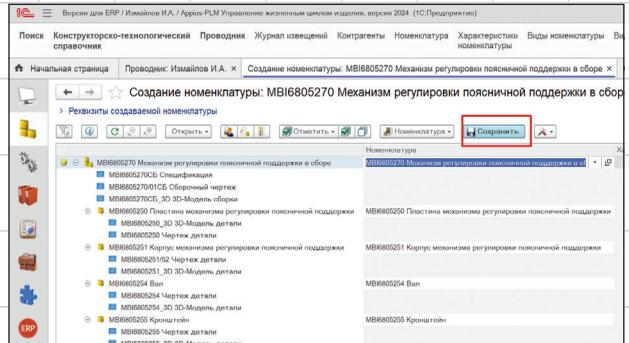

Рис. 7
- выбранная номенклатура после сохранения будет «связана» с элементом (рис. 7).